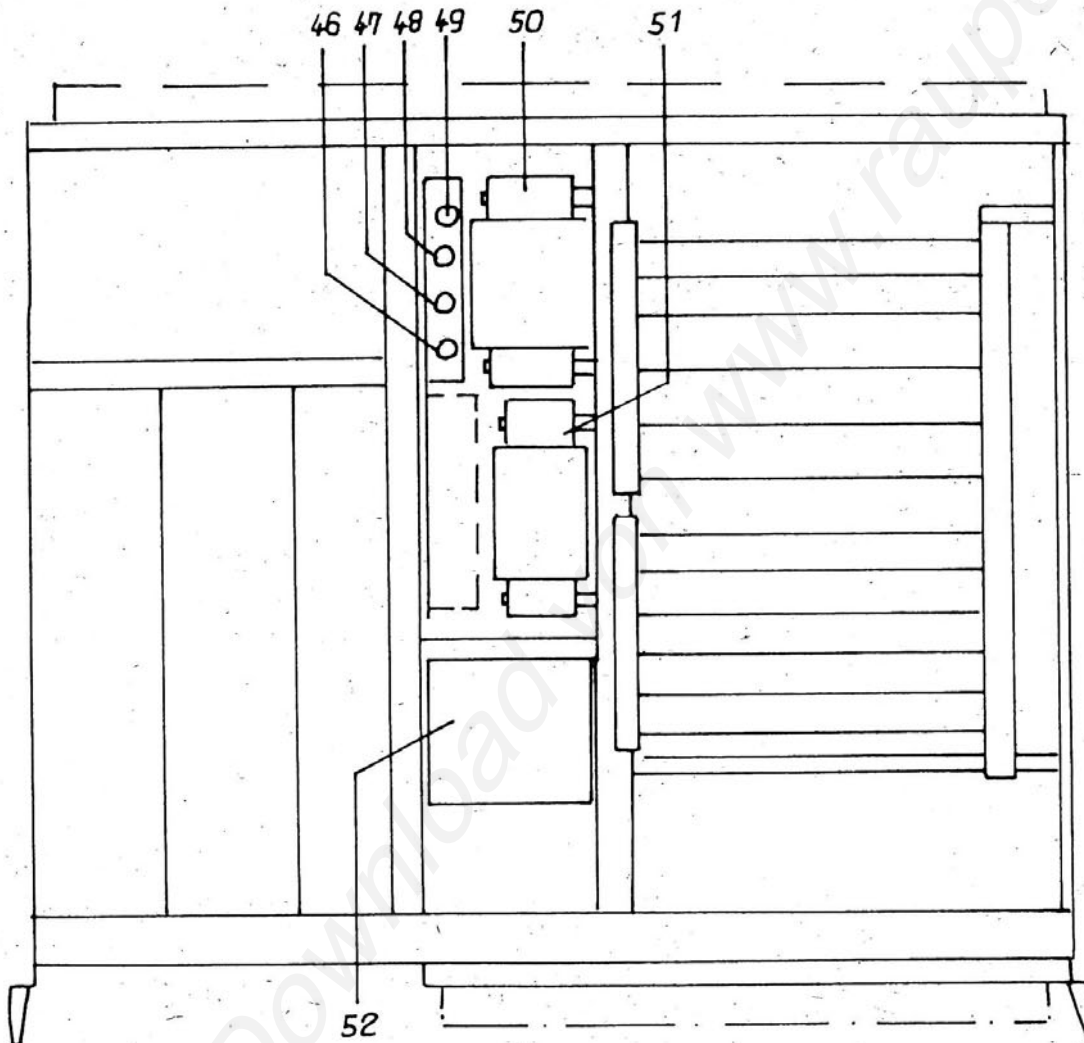

Bild 3: Zähler S-2201.010 von oben gesehen
13.1.4. Erläuterungen zur Bild 3 und zum Text